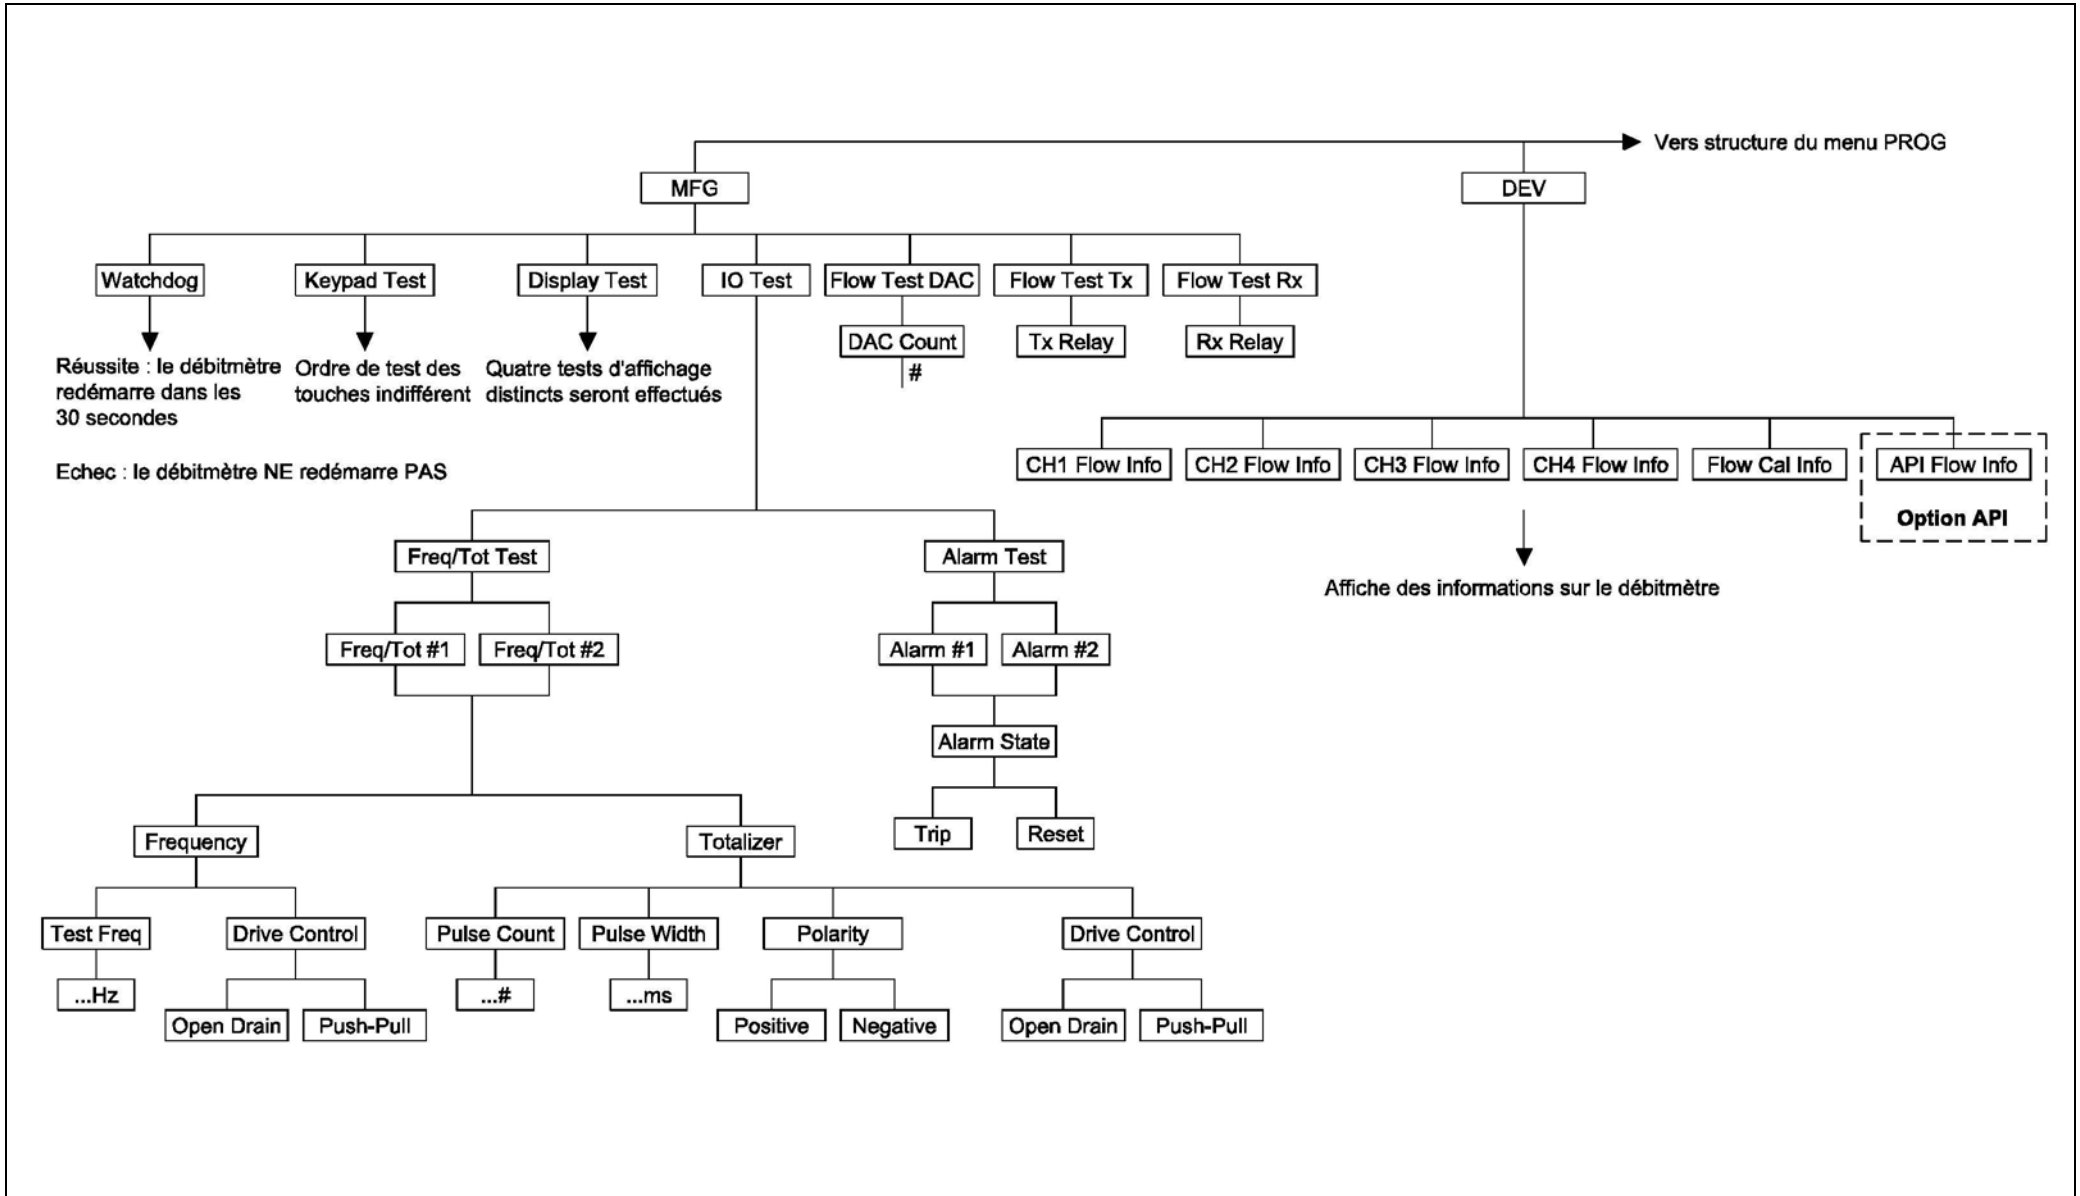

Figure 232: Structure des menus MFG et DEV
- Figure 232 : Structure des menus MFG (Fabrication) et DEV (Développement)